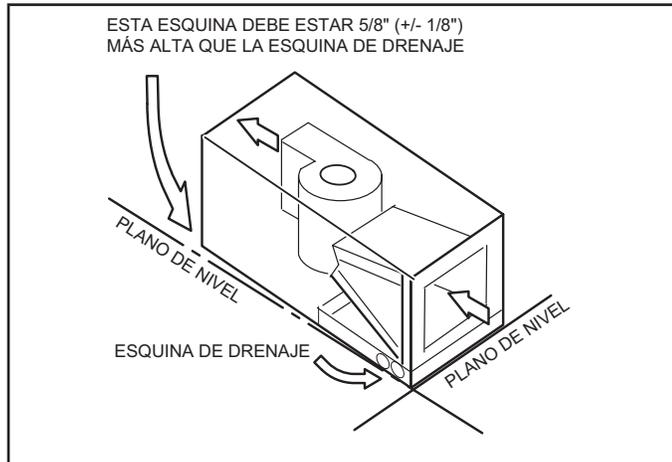

FIGURA 14. Inclinación de la unidad para un drenaje apropiado
- 3 - Coloque la unidad de modo que esté inclinada hacia el extremo del colector de drenaje de flujo ascendente y nivélela desde el extremo delantero al extremo trasero (ver la Figura 14).
Asegúrese de que la unidad esté inclinada (similar a la pendiente en la Figura 14) de modo que el colector de drenaje se vacíe por completo sin que quede agua estancada en el colector.